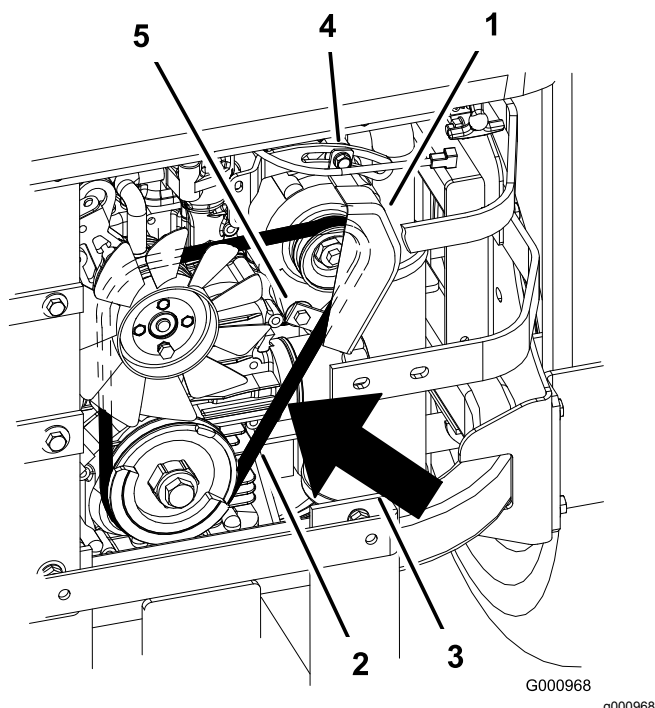

Figura 65
2. Regolate l'alternatore verso l'esterno fino ad ottenere una flessione della cinghia di 7–9 mm tra le pulegge del motore e dell'alternatore con una forza di 10 kgf (Figura 65).
5. Se la flessione è esatta, serrate i bulloni inferiore e superiore (Figura 65).